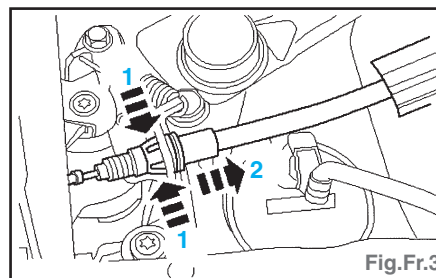

Fig.Fr.3
- appuyer sur le levier de l'étrier (1),
- détacher le câble de frein de stationnement (2).
- Détacher le câble de frein de stationnement de l'étrier de frein (Fig.Fr.3).